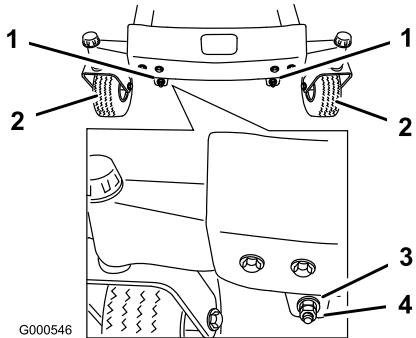
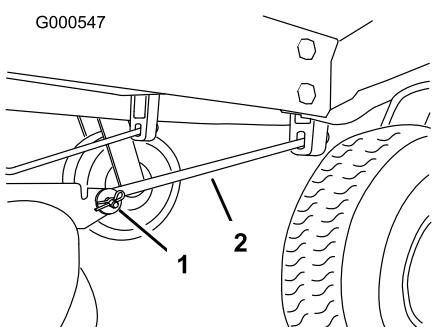

Figura 55
Figura 56
11. Para ajustar la inclinación longitudinal, retire las contratuerca y luego gire las tuercas de ajuste de la parte delantera del cortacésped (Figura 55).
13. Despues de ajustar en la misma medida ambas tuercas de ajuste, verifique de nuevo la inclinación longitudinal. Siga ajustando las tuercas hasta que la punta de la cuchilla más avanzada esté entre 1,6-7,9 mm más baja que la punta de la cuchilla más atrasada (Figura 55).
Nota: Despues de ajustar las tuercas de ajuste, asegúrese de que no hay ninguna holgura en ninguna de las varillas (Figura 56). Apriete cualquiera de ellas para eliminar la holgura, si la hubiera (Figura 55).
4. Retire el pasador de horquilla y la chaveta de la varilla de soporte delantera de cada lado del cortacésped (Figura 56).
- Conecte las varillas de soporte delanteras a la máquina con los pasadores y las chavetas (Figura 56).